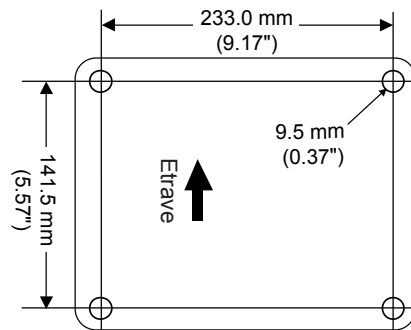

Figure 1
1. Une fois l'emplacement d'installation déterminé, vérifiez que les emplacements des orifices de montage sont bien alignés selon un axe longitudinal, puis utilisez le modèle de montage fourni ou référez-vous à la figure 1 pour percer quatre trous de 9,5 mm. (Passez cette étape si vous utilisez un support de montage Raymarine® ou compatible Garmin doté d'avant-trous.)